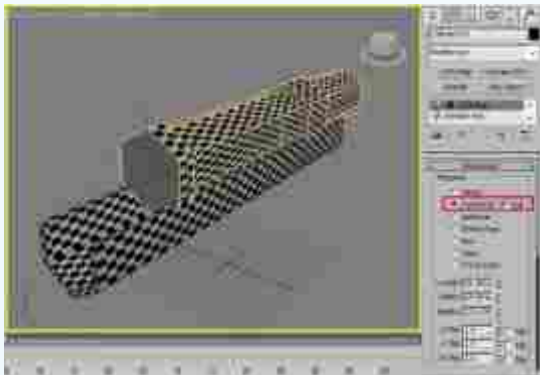

图2-67 炮筒UV展开基础设置
(5) 给炮筒指定一个圆柱坐标并进行坐标UV展开。单击工具栏中的  (自由形式模式) 按钮,将炮筒UV调整到合适的大小,如图2-67所示。然后单击工具栏中的  (比例) 按钮,结合凹槽的棋盘格大小对炮筒的棋盘格大小进行调整,使二者相匹配,如图2-68所示。